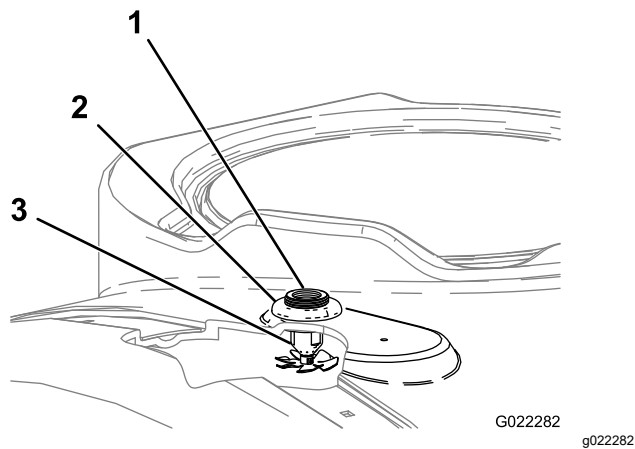

Рисунок 5
2. Вставьте сопла в сборе сквозь просверленные отверстия (Рисунок 5).
3. Установите пластиковую гайку с фланцем на открытую резьбу переходного штуцера в верхней части бака (Рисунок 5). Убедитесь в правильной посадке уплотнения между переходным штуцером и внутренней поверхностью бака.